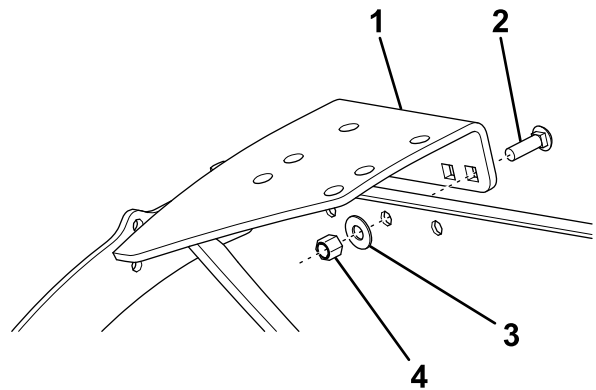

Figura 15
5. Sujete provisionalmente la placa base del soporte del muelle a la pala usando un perno de cuello cuadrado (3/8"), una arandela y una contratuerca (Figura 15).